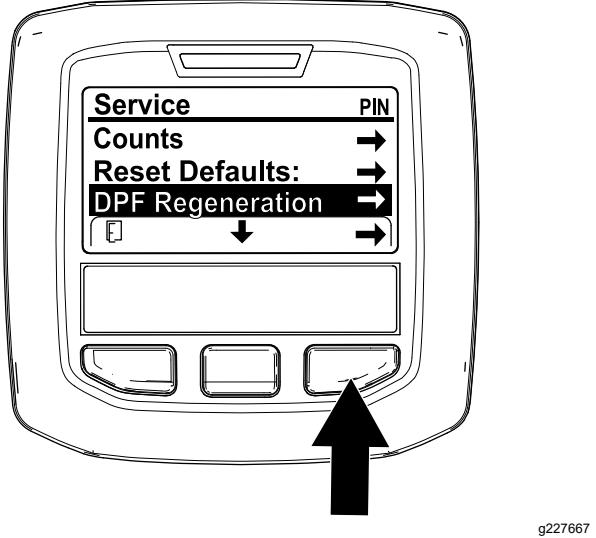

Figura 43
1. Accedete al menu Service e premete il pulsante centrale per scorrere il menu verso il basso fino all'opzione DPF REGENERATION ((Rigenerazione FAP) (Figura 43)).
2. Premete il pulsante destro per selezionare la voce DPF Regeneration (Figura 43).